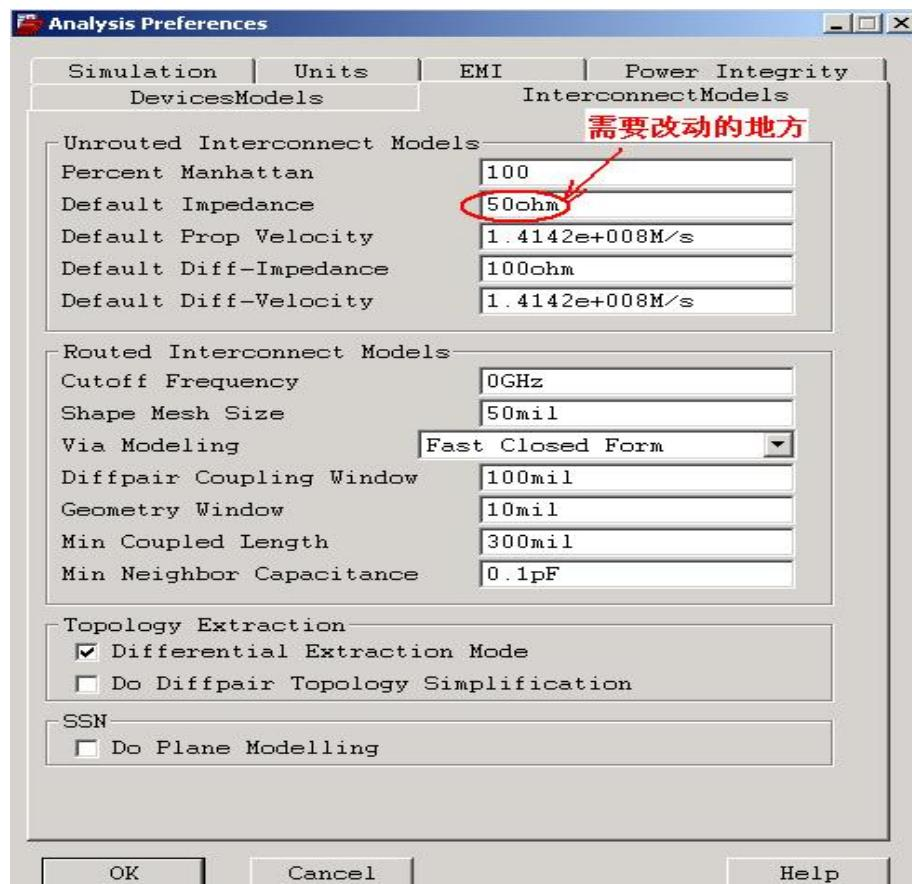

图2-28 Analysis Preferences窗口的InterconnectModels标签栏
2) 再选择**InterconnectModels**标签，参照下图2-28设置（基本上传输的单板都控制特征阻抗 50Ω ，这里将默认阻抗改成 50Ω 即可）：
下面是图 2-28 的参数说明：